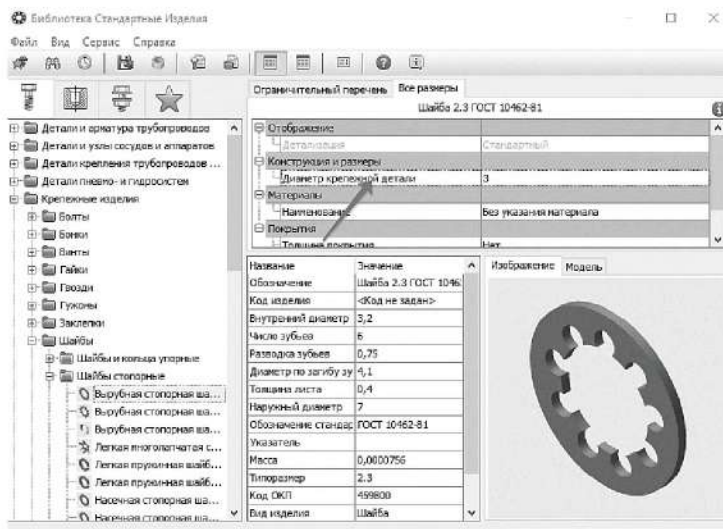

Рисунок 3.91. Выбор размера Шайбы
10.1.7 В Области свойств выполните двойное нажатие левой кнопки мыши в поле **Диаметр крепежной детали** (рисунок 3.91).